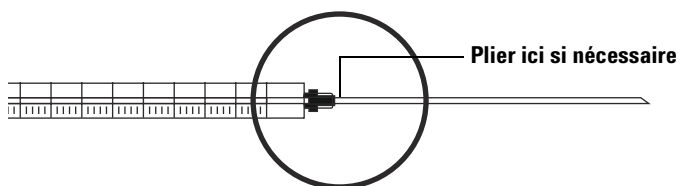

Figure 31 Contrôle de la seringue
- 1 Faites rouler la seringue sur le bord d'une surface plane propre. Si la pointe de l'aiguille dessine un cercle, redressez la tige en la pliant légèrement près du point de connexion avec le cylindre de la seringue. Faites un nouvel essai (Figure 31).